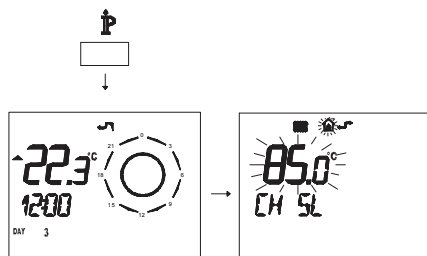

Figura 5.41
- Premere per più di 3 secondi il pulsante  para per entrare in modalità **INFO** (Figura 5.41).